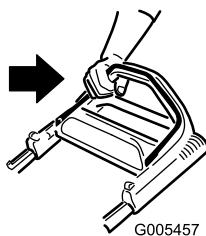

Bild 13
2. Halten Sie den Schaltbügel gegen den Griff gedrückt (Bild 13).